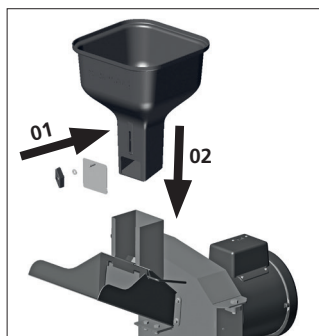

Fig. 03
Faça a montagem da tampa do funil (1) utilizando a arruela lisa e o manipulador de 2 pontas M6. Encaixe o funil de grãos (2) no funil de produtos verdes [Fig. 03].